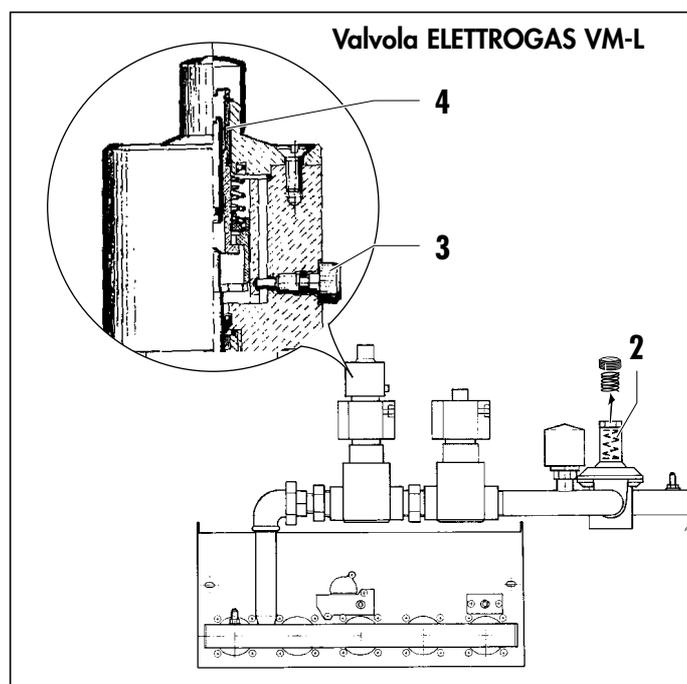

Fig. 5.8 Impostazione gas sulla base della pressione all'ugello
- Sostituire la molla del regolatore di pressione (2, fig. 5.8)